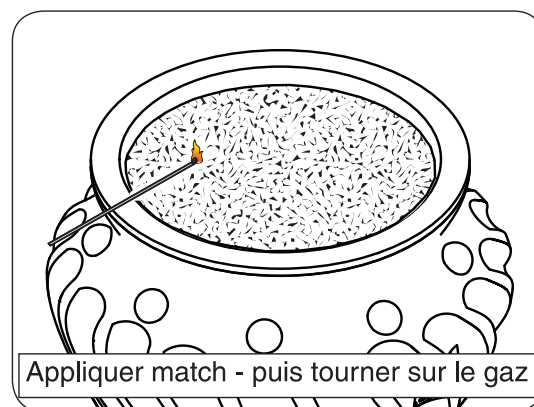

Fig. 22-1
3. Poser une allumettes à tige longue éclairé sur la surface des médias décoratifs près du brûleur (**ne pas tenir le match en main**) ou utiliser un briquet au butane long cou éclairé (Fig. 22-1).